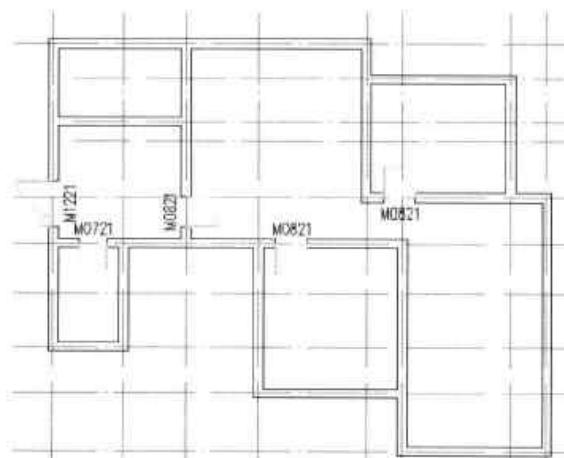

图16-74 插入房门图块
**Step 10** 同样打开“门”对话框，将“门宽”设为“800”，并在天正图块库中双击满意的门图块，然后在绘图区域中指定好门位置，即可完成房门图块的插入操作，如图 16-74 所示。